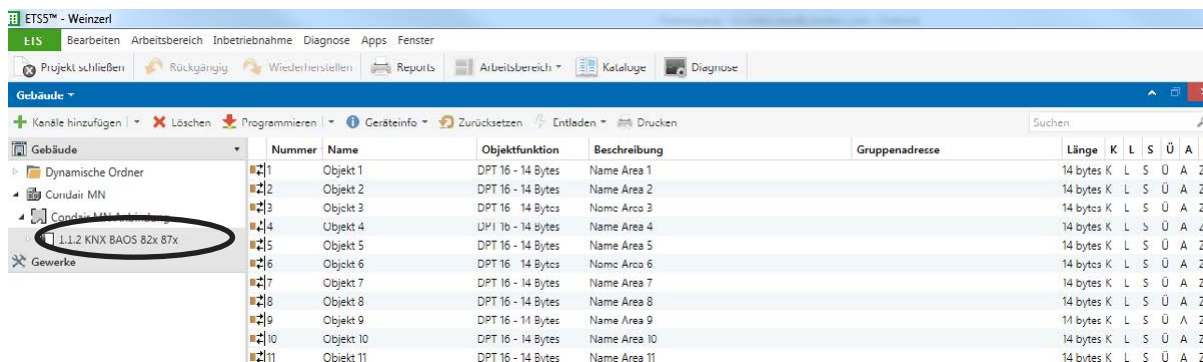

Abb. 3: Téléchargez le fichier projet « MN Option KNX.KNXPROJ »
3. Après avoir ouvert le fichier de projet "MN Option KNX.KNXPROJ" avec le logiciel ETS5, l'appareil « KNX BAOS 82x 87x » apparaît. Cet appareil constitue l'interface entre le Condair MN et le système domotique KNX existant (voir Abb. 3).